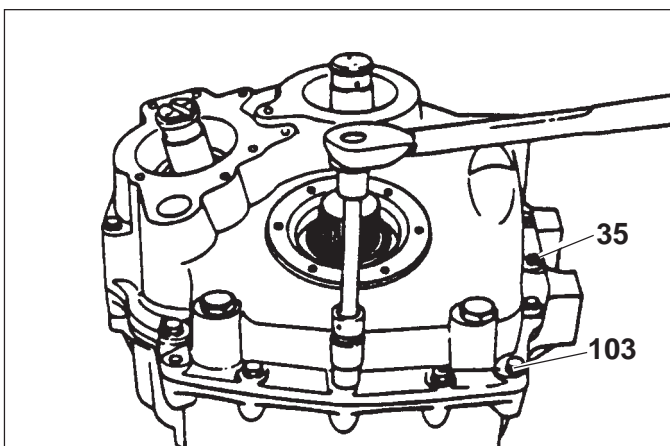

Fig. 42
- 2) Spalmare sulle superfici da accoppiare LOCTITE 518 o 574 ed unire fra loro le semicarcaste. Serrare le viti (35) (103) di collegamento con coppia di 13 Nm (Fig. 42).
- 2) Spread LOCTITE 518 or 574 on the surfaces to couple and join the half casing between them. Lock the connecting screws (35) (103) with torque of 13 Nm (Fig. 42).